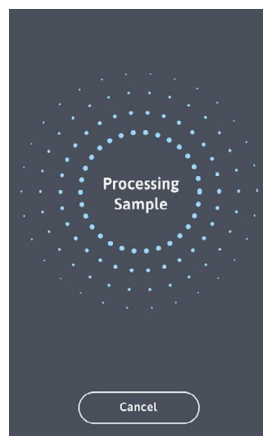

Figura 14
4. Uma vez confirmada a mistura da amostra, o tubo é colocado no analisador e inicia-se o processo de teste (Figura 14).